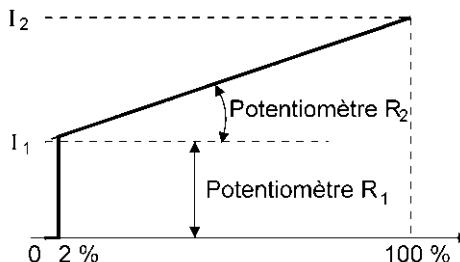

Figure 1: caractéristique $I(U)$
- potentiomètre d'amplification R_2 pour fixer la pente de la caractéristique $I(U)$ et ainsi du courant maximal I_2 , respectivement du débit pouvant être atteint (pour le signal normalisé maximal, par ex. 10 V)(figure 1)
- le déclenchement du point zéro garantit une fermeture étanche de la vanne pour un signal d'entrée < 2% de la valeur maximale; à cet effet, le courant de bobine est mis électriquement à zéro pour des signaux d'entrée inférieurs à ce seuil (par ex. 0,2 V pour entrée de signal normalisé 0..10 V) (figure 1);